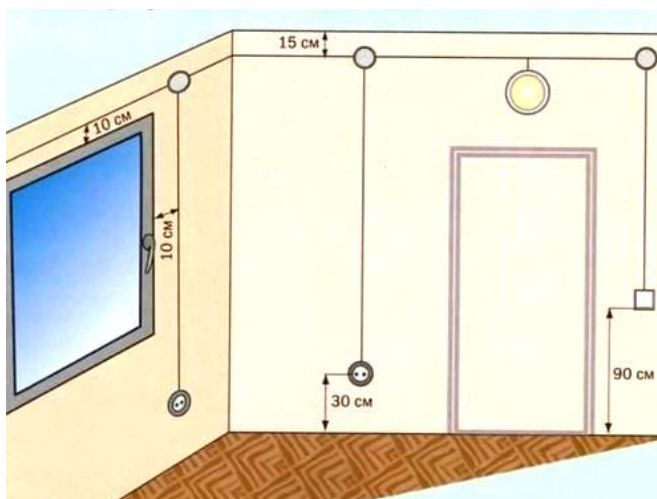

Рисунок 41 – Монтажная схема квартирной проводки
1. Изучите монтажную схему квартирной проводки (см. рисунок 41).